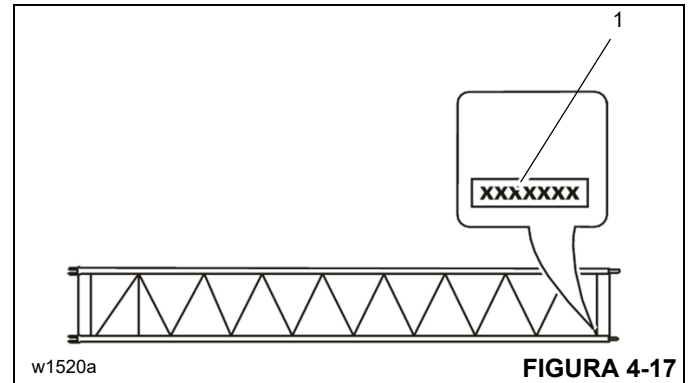

FIGURA 4-17
En los insertos de 26 pies (8 m), el número de serie (1) se encuentra en el frente (Figura 4-17).